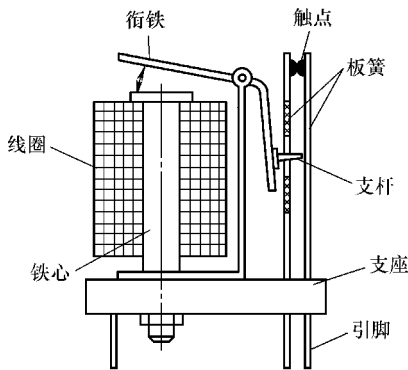

图 1-11 继电器结构
(1) 继电器的功用 如图1-11所示,继电器一般由铁心、线圈、衔铁、触点等组成,其功用是通过线圈的电流控制经过触点的用电器的电流。